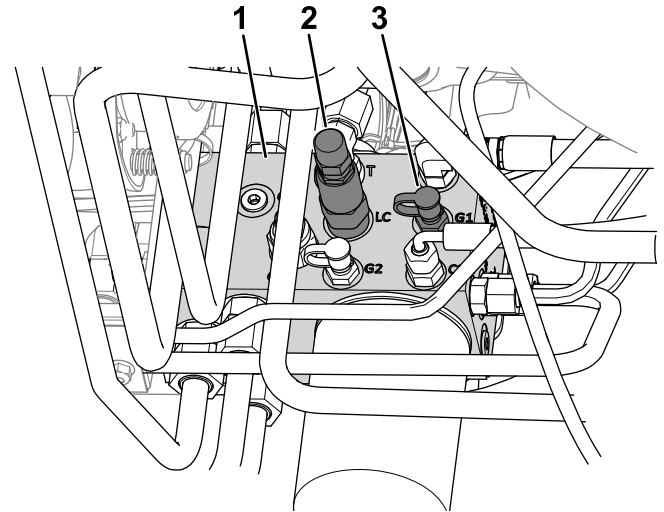

Figura 20
4. Conecte un manómetro al punto de prueba (marcado G1; consulte Figura 20).
2. Válvula de transferencia de peso (LC)
5. En el lateral del distribuidor de elevación, retire el tapón del punto de prueba (marcado G1; consulte Figura 20).
6. Afloje la contratuerca del extremo de la válvula de transferencia de peso (marcado LC; consulte Figura 20).